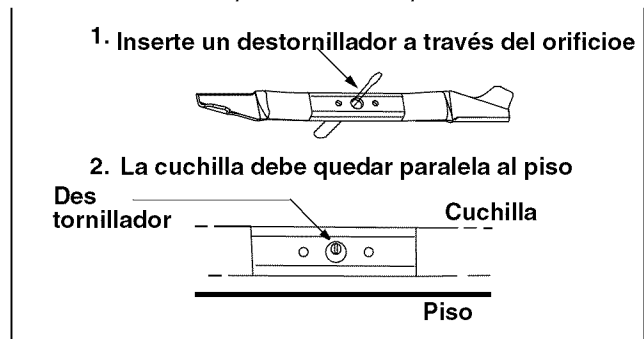

Figura 13
- Se puede probar la hoja balanceándola sobre un destornillador o clavo. Vea la Figura 13. Saque el metal del lado pesado hasta que quede bien equilibrada. Se recomienda quitar siempre la cuchilla del adaptador cuando pruebe el balance.